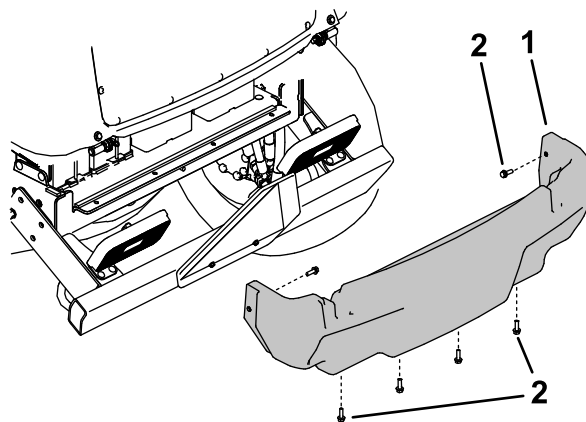

Figura 102
5. Rimuovete le 6 viti flangiate che fissano la copertura posteriore al telaio e rimuovete la copertura posteriore (Figura 102).
4. Montate la copertura posteriore (Figura 102).